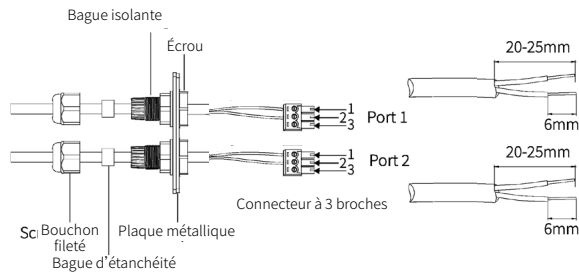

Fig. 41. Processus de raccordement à la borne.
2. Faire passer le câble dans l'orifice et le raccorder à la borne en le faisant passer par les éléments suivants : bouchon fileté, bague d'étanchéité, bague isolante, plaque métallique, écrou et connecteur à 3 broches (cf. Fig. 41) :